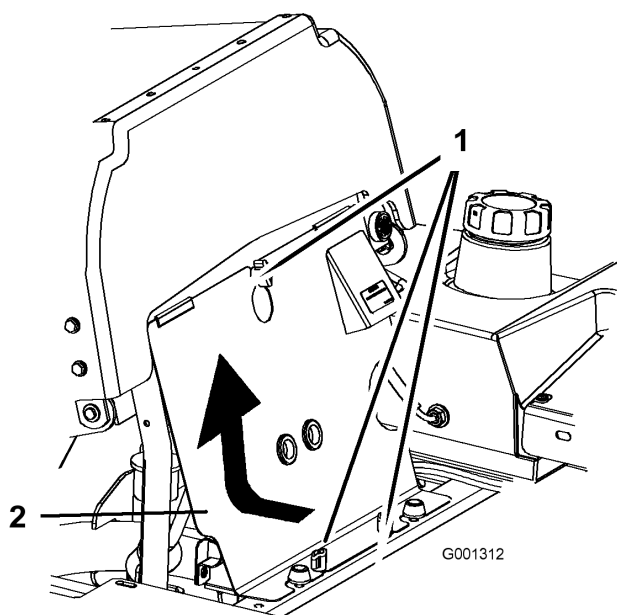

Figura 36
1. Inclíne el asiento hacia adelante y retire el panel delantero del motor (Figura 36).